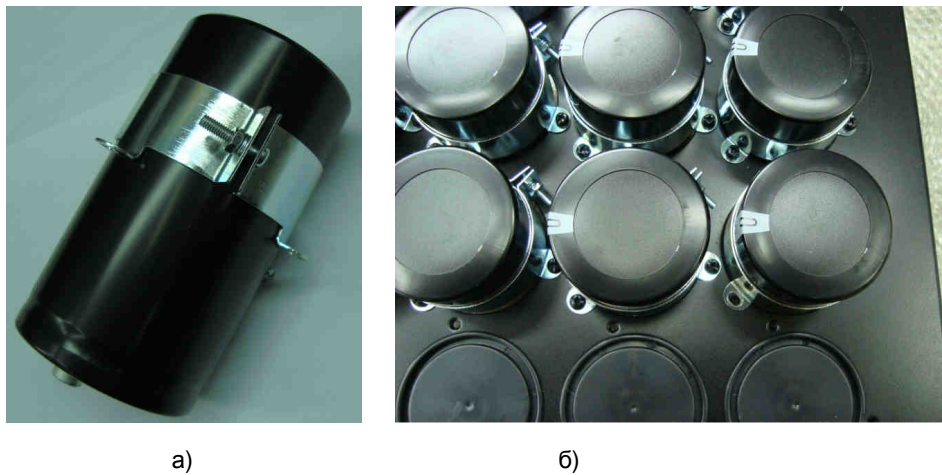

Рис. 7.16.
- неплотно закрепить хомуты на конденсаторах на необходимом расстоянии от края, не затягивая гайки (рис. 7.16а);
- вставить конденсаторы с хомутами в отверстия блока конденсаторов, соблюдая ориентацию в вывода «-». Закрепить каждый хомут тремя винтами (рис. 7.16б);